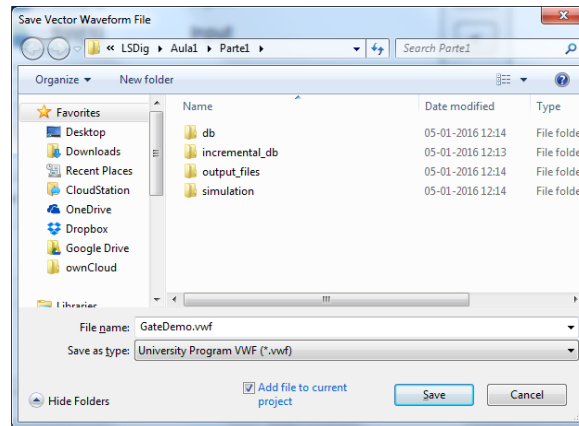

Figura 20 – Caixa de diálogo para gravação do ficheiro “GateDemo.vwf”.
13. Aceda a *Simulation Settings* através do menu *Simulation* (*Simulation*→*Simulation Settings*) e mude “HDL Language” para VHDL. Em seguida, apague o texto *-novopt* do comando *vsim* e insira lá *-voptargs="+acc"*. Grave o ficheiro com o nome “GateDemo.vwf” (Figura 20).